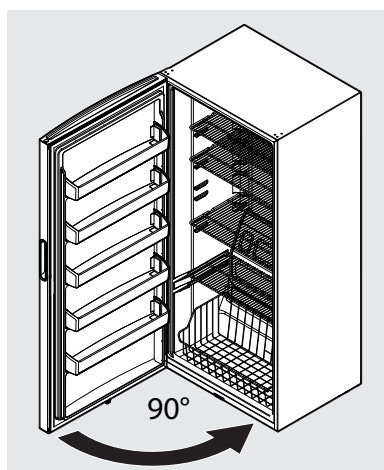

Figure 8
19. Faites glisser la goupille de la charnière du bas à 90° sur la carrosserie du congélateur et fermez la porte (figure 8).